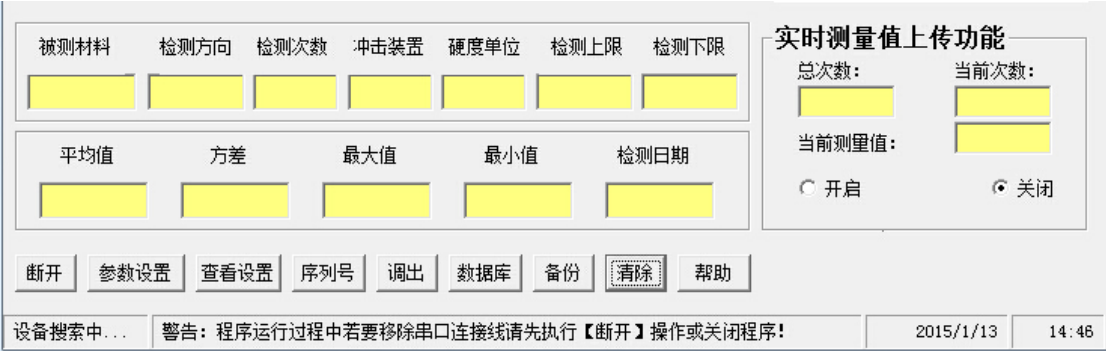
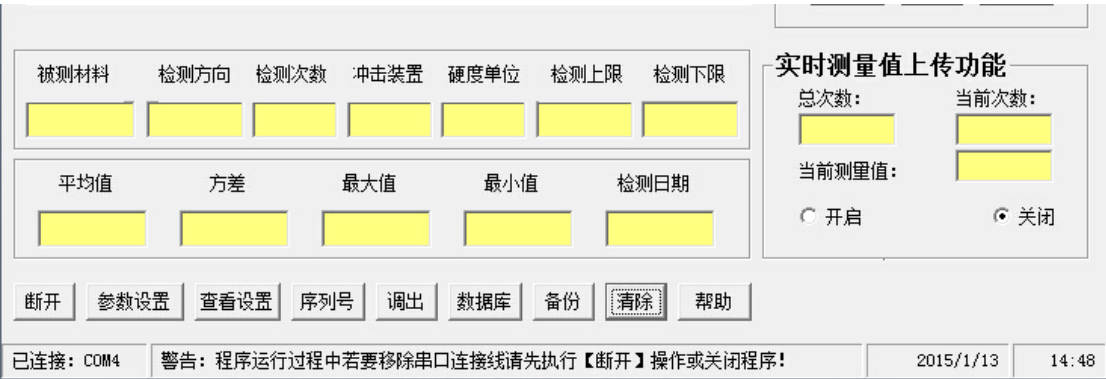

图 2.1.1
图 2.1.2
- 3) 打开里氏硬度计软件，等待仪器连接，连接过程中将会显示“设备搜索中…”，连接完成后界面将会显示“已连接：COM 端口号”，如图 2.1.1 和图 2.1.2 所示